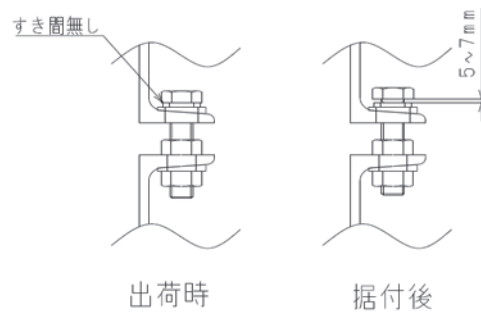

図5 ストッパーボルト締結方法
- (2) 図5\_出荷時のようにストッパーボルトを締め付けた状態で出荷します。納入現場にて製品据付後は、必ずストッパーボルトを図5\_据付後に示すような位置で固定してください。
ロックした(図5\_出荷時)状態では、期待される防振効果が得られません。